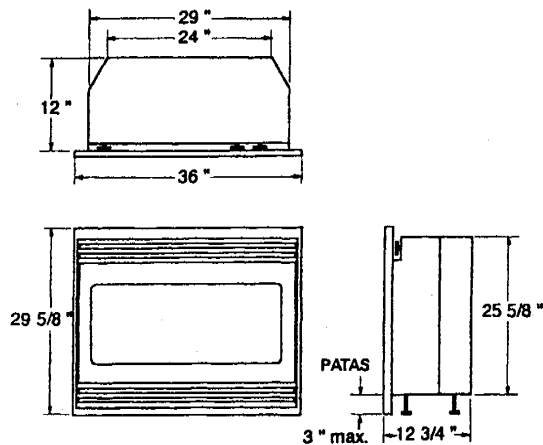

ILUSTRACIÓN 1
- * Las dimensiones del inserto/chimenea son: 91 cm (36 pulg.) de ancho x 75 cm (29 5/8 pulg.) de alto x 32 cm (12 3/4 pulg.) de profundidad (ILUSTRACIÓN 1). Recomendamos dejar un espacio alrededor del inserto de 1,2 cm (1/2 pulg.) para facilitar la instalación.